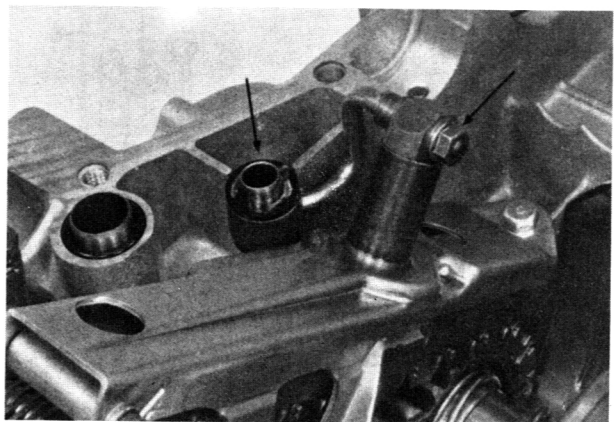

Bild 114
- Die Ölleitung in die Ölöffnung einführen (Bild 114). Die Mutter sicher anziehen.